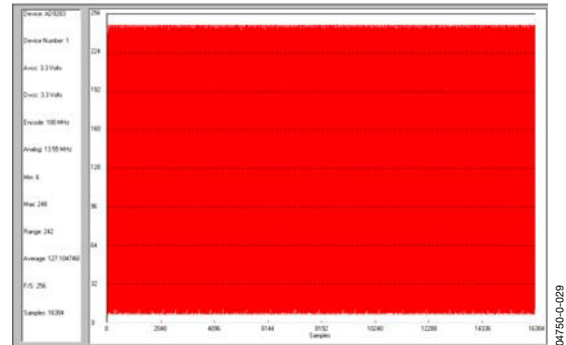

図19. 典型的な時間軸プロット
1. 高速の正弦波信号は、図19のように時間軸ウィンドウ内で赤いブロックのように見えます（表示される正弦波の数が原因）。ウィンドウを右クリックして非表示のメニューを開き、信号を拡大すれば細部を見ることができます。